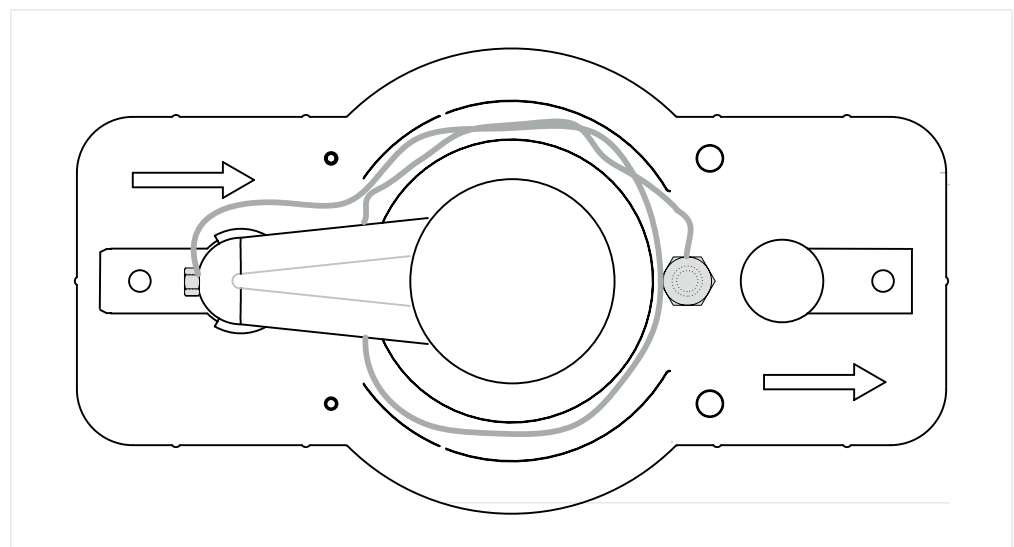

Abb. 14 Markierung (Pfeile) Luftstromrichtung
- ▶ Potentialausgleich des Einlassrohres einmal um den Sockel legen (siehe Abb. 14).
Bei dem Einbau des LRS 04 Ex ist auf eine möglichst schwingungsfreie Montage zu achten. Das Rohr darf nicht verbogen werden. Es ist darauf zu achten, dass die Einbaurichtung des LRS 04 Ex der Luftrichtung im Kanal entspricht. Dazu ist das LRS 04 Ex entsprechend der Pfeile (Markierung) s. Abb. 14 im Gehäuseboden mit der Luftstromrichtung entsprechend zu montieren.